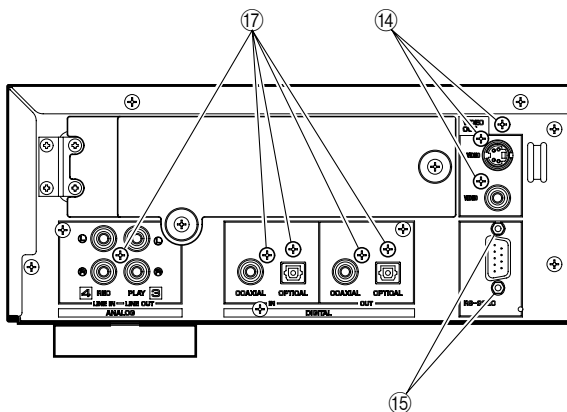

Fig. 17
- i. Remove 3 screws (14) and 2 jack screws (15). (Fig. 17)
- l. Remove 5 screws (17). (Fig. 17)
- i. 14のネジ3本、15のジャックスクリュー2本を外します。(Fig. 17)
- l. 17のネジ5本を外します。(Fig. 17)